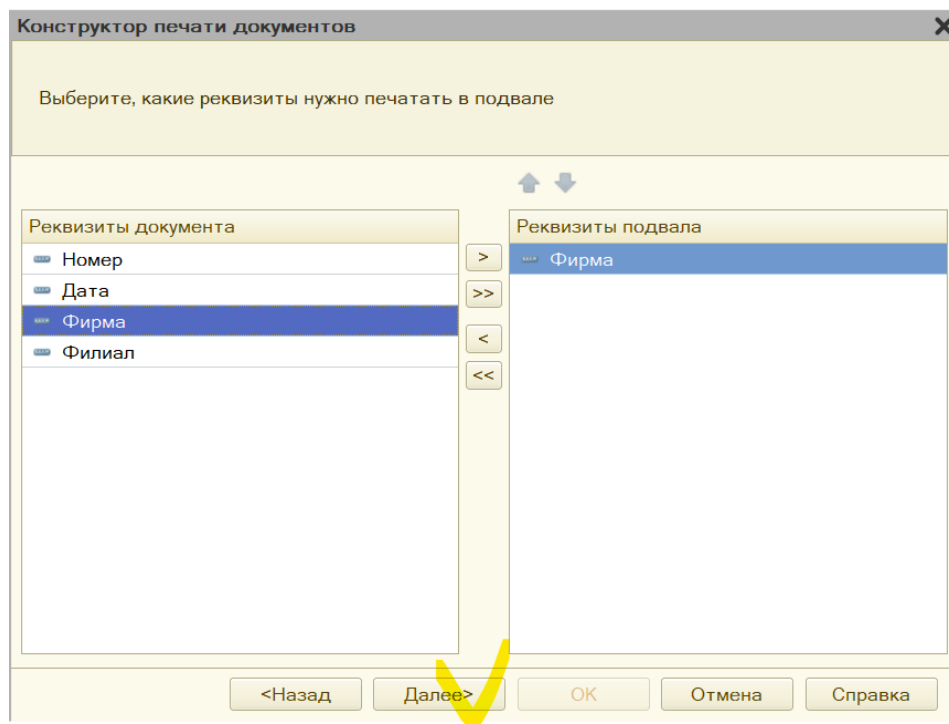

Рис. 5.21. Оформление подвала документа в окне конструктора печати
5. Заполнение нижней части документа (подвала) содержит реквизит «Фирма» (рис. 5.21).